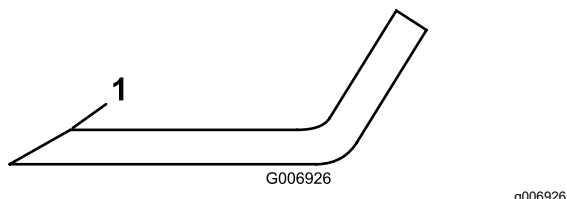

**Figura 75**
3. Examine cuidadosamente as extremidades da lâmina, prestando especial atenção à zona onde se encontram as partes curvas e planas da lâmina (Figura 75).